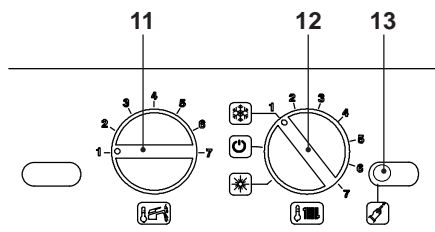
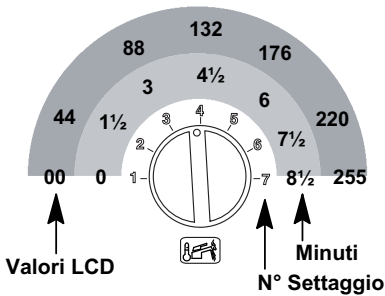

Fig. 5.59
Fig. 5.63
- Posizionare le manopole 11 e 12 come indicato in Fig. 5.59.
- Per settare il tempo di frequenza di riaccensione bisogna entrare in programmazione premendo per 15 secondi il pulsante di ripristino 13, in Fig. 5.59 fino alla comparsa del parametro **P01** sul display LCD; sul display LCD compare la seguente visualizzazione (la sequenza **P01** si alterna --- --).
- Premere il pulsante di ripristino 13 in Fig. 5.59 per lo scorrimento dei vari parametri sino al raggiungimento del parametro **P10** valido per il settaggio della frequenza di riaccensione; sul display LCD compare la seguente visualizzazione (la sequenza **P10** si alterna a **88**).
- Per cambiare il settaggio ruotare la manopola regolazione temperatura sanitari 11 in Fig. 5.59 e posizionarla sul tempo prescelto Fig. 5.63 (nella figura esempio manopola settata per frequenza di riaccensione di 3 minuti).
Il passo del settaggio della manopola 11 Fig. 5.63 corrisponde a un valore letto sul display LCD di circa **44** (90 secondi) e questo valore può essere variato fino a circa **255** (8 minuti e mezzo); nell'LCD la sequenza **P10** si alterna con **60**.